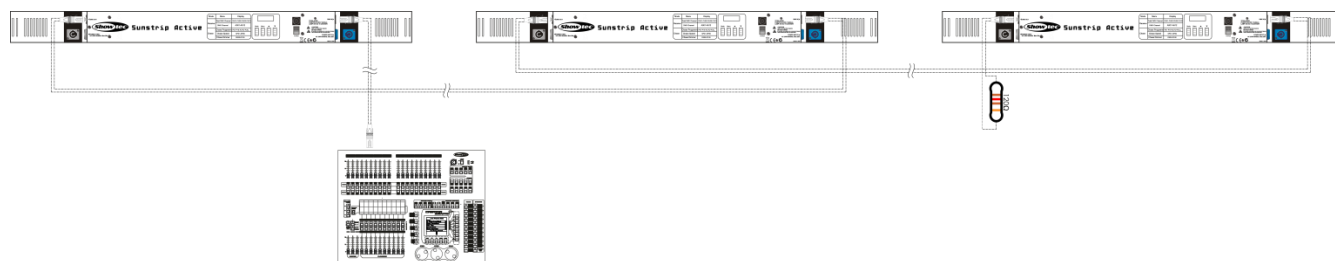

Fig. 03
- 04) Conecte las unidades entre ellas como se indica en la Fig. 03. Conecte un cable de señal DMX que vaya desde el conector DMX OUT (salida) de la primera unidad al conector DMX IN (entrada) de la segunda unidad. Repita este proceso para interconectar las unidades segunda, tercera y cuarta.